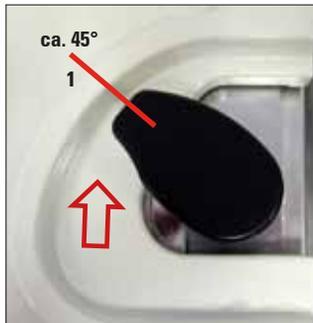

Abb. 72
- Die Retortenverriegelung im Uhrzeigersinn ca. 45° bis zum Anschlag drehen (Abb. 72, 1) und loslassen.